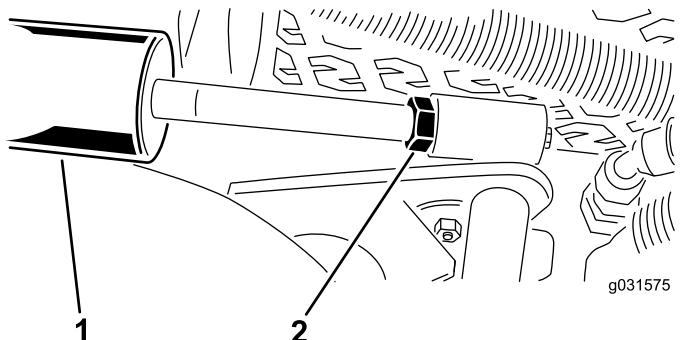

Figura 17
- A. Abbassate l'apparato di taglio e allentate il controdado sul cilindro (Figura 17).